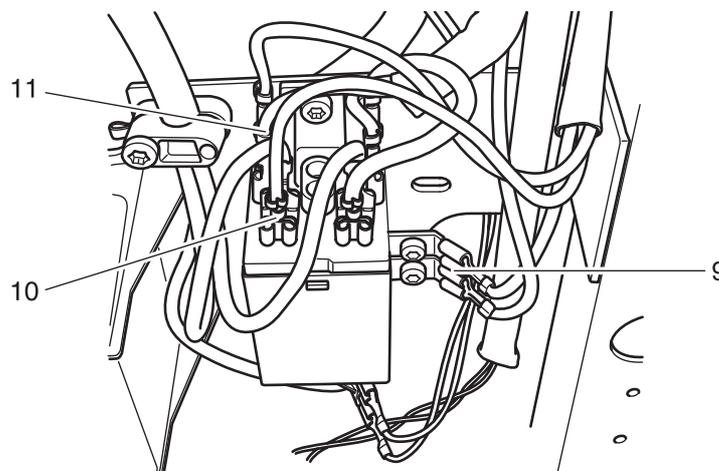

**Fig. 13c**
- Die Schrauben 13 einsetzen und befestigen (Fig. 13c).